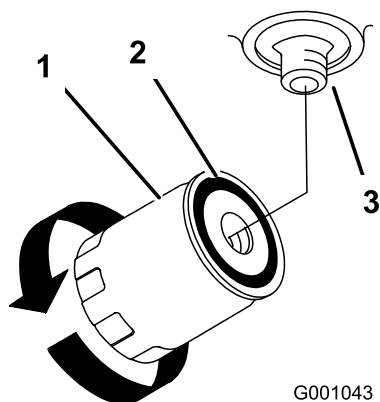

Figure 86
7. Appliquez une fine couche d'huile propre sur le joint en caoutchouc du filtre de rechange (Figure 86).